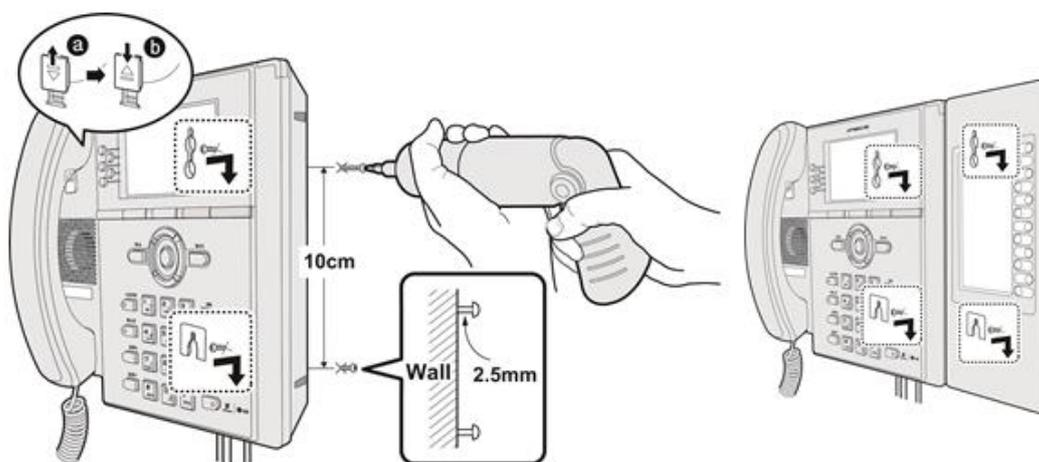

Рисунок 7.4.2-1 Настенное крепление терминала серии LIP-8000E
1. Используя рисунок 7.4.2-1, отметьте и просверлите в стене два отверстия диаметром 7 мм для пластиковых дюбелей.